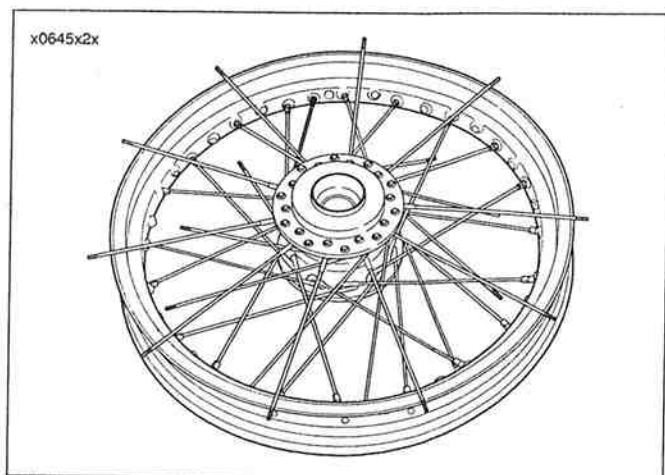

Figura 2-54. Rayo inicial – interior del reborde superior
- a. Vea la Figura 2-54. Compruebe que el rayo llegue hasta el racor y fíjelo a mano. Siga el mismo patrón para terminar la instalación de los rayos interiores (cabeza larga) del reborde superior.